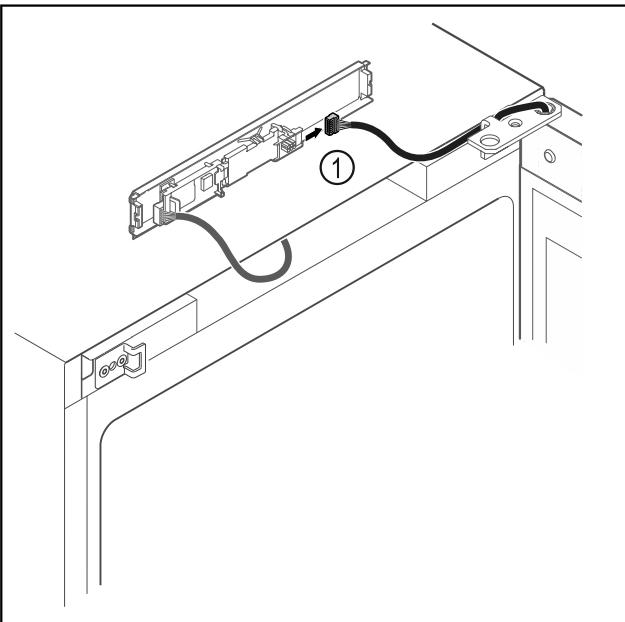

Fig. 16
- Αποσυνδέστε το φις Fig. 16 (1) από την πλακέτα.